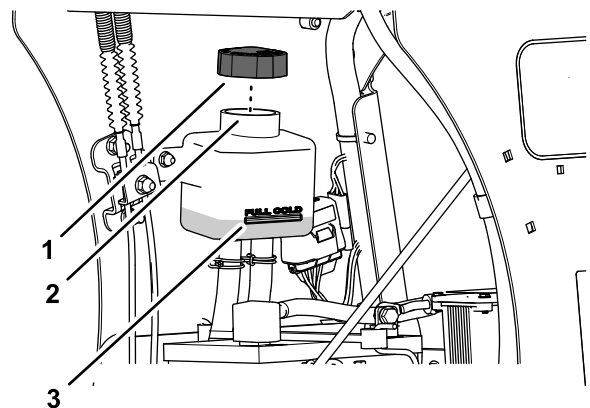

Bild 55
3. Entfernen Sie die Kappe des Ausdehnungsbehälters und prüfen Sie den Getriebeölstand im Behälter (Bild 55).
4. Fügen Sie bei Bedarf das angegebene Getriebeöl hinzu, bis der Ölstand die Füllmarke „FULL COLD“ des Ausdehnungsbehälters erreicht (Bild 55).
4. Fahren Sie mit dem Nachfüllen des angegebenen Getriebeöls fort, bis sie die Füllmarke „FULL COLD“ am Ausdehnungsbehälter erreicht wird; siehe **Bild 55** in Prüfen des Getriebeölstands \(Seite 46\).